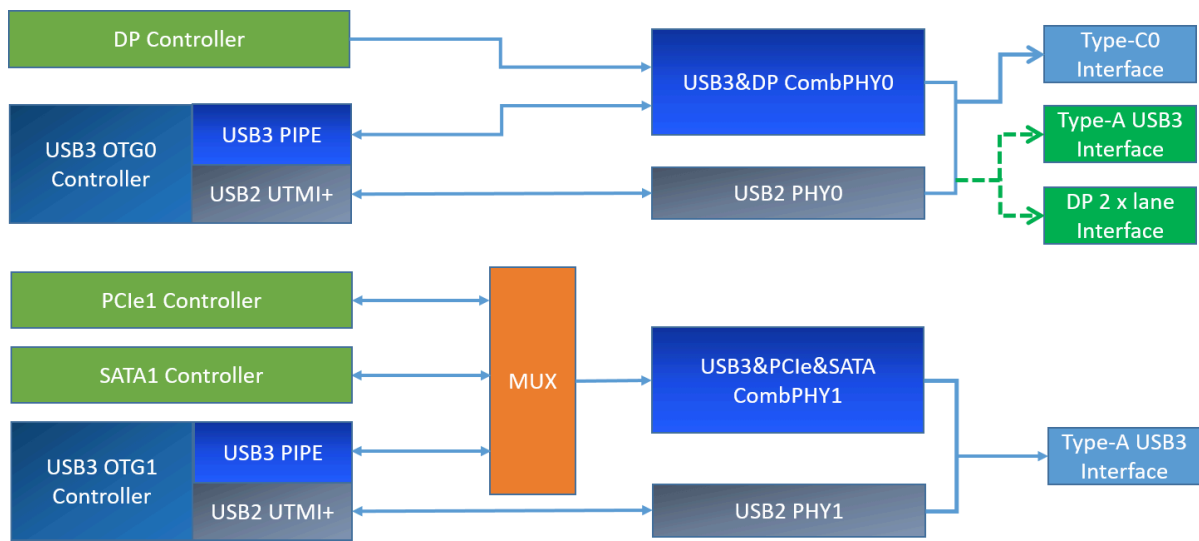

图 1 RK3576 USB 控制器和 PHY 的连接示意图
RK3576 USB 控制器和 PHY 的内部连接关系，以及对应的常见 USB 物理接口如下图 1 所示。
1. RK3576 USB 支持的接口类型并不局限于图 1 所描述的 Type-C/A USB 接口类型，还可以支持所有常见的 USB 接口，包括 Type-C USB 2.0/3.1，Type-A USB 2.0/3.1，Micro USB 2.0/3.1 等。为了适配不同的 USB 电路设计和接口类型，Linux-6.1 内核 USB 驱动已经做了软件兼容，开发者只需要根据产品的 USB 硬件电路，对 Linux USB DTS 进行正确配置，即可使能对应的 USB 接口功能。详细的 USB DTS 配置方法，请参考 RK3576 USB DTS 配置。